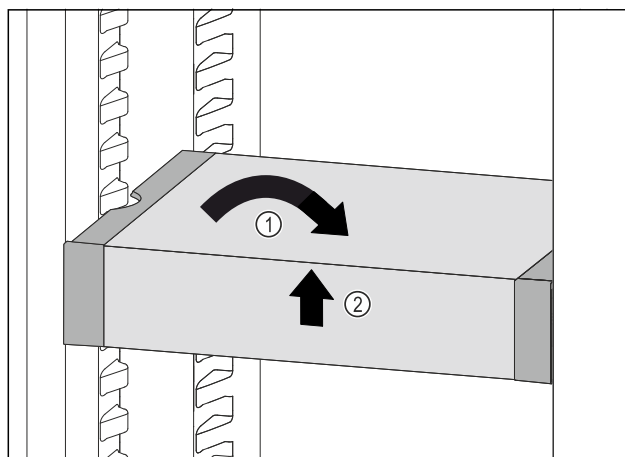

Fig. 129
- Vendosni drejt VarioSafe. Fig. 129 (1)
- Ngrini lart VarioSafe në pjesën përpara. Fig. 129 (2)